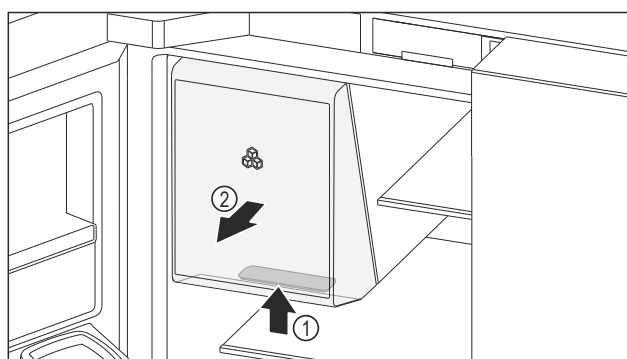

Fig. 151 IJsvak verwijderen
- ▶ Pak de verzonken greep Fig. 151 (1) aan de onderkant van het ijsvak vast en trek het ijsvak tegelijkertijd naar voren Fig. 151 (2).